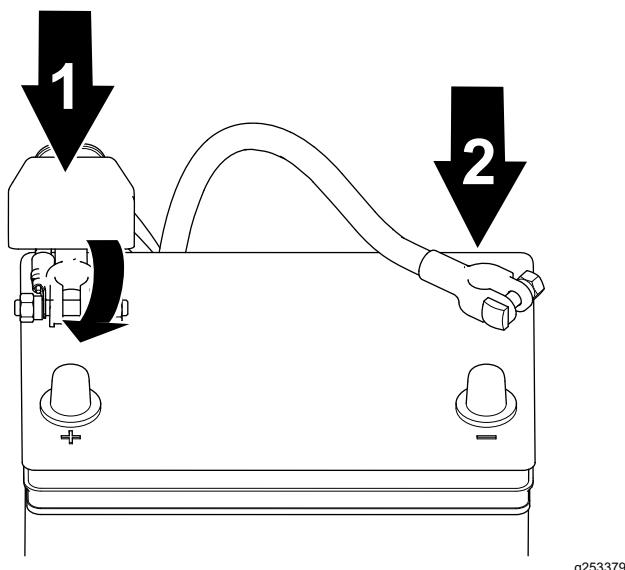

Figura 35
- Conecte el cable positivo a la batería y apriete la tuerca de pinza de la batería (Figura 35).
2. Conecte el cable negativo a la batería y apriete la tuerca de pinza de la batería (Figura 35).